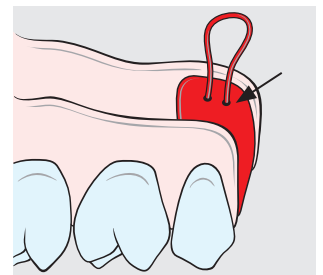

Fig. 7
a) procedimento da seguire se l'impronta è stata presa con la vecchia femmina Mini-SG® senza guaina: riempire la femmina con un materiale per monconi/modelli idoneo (per es. resina epossidica) e prevedere una ritenzione per il modello in gesso applicando un'ansa in filo metallico (fig. 7).
b) procedimento da seguire se l'impronta è stata presa con la femmina Tuning Mini-SG®: isolare la parte interna con vaselina, riempire con un materiale per monconi/modelli idoneo (per es. resina epossidica) e prevedere una ritenzione per il modello in gesso applicando un'ansa in filo metallico (fig. 7).